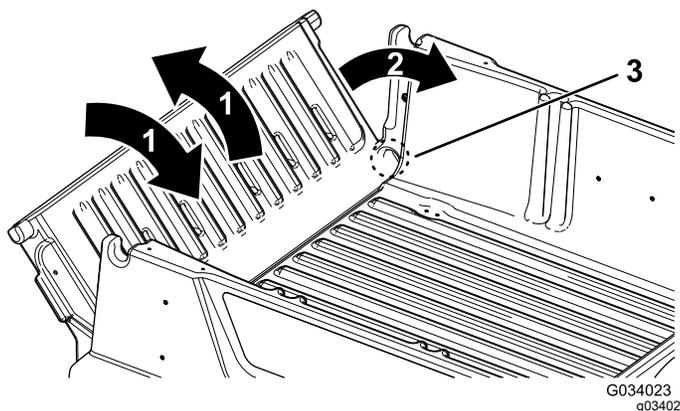

Figura 16
2. Rode a porta traseira para a posição de aproximadamente 45° (Figura 16).
- Com um movimento breve e oscilante, rode a porta traseira para trás e para a frente várias vezes (Figura 16).